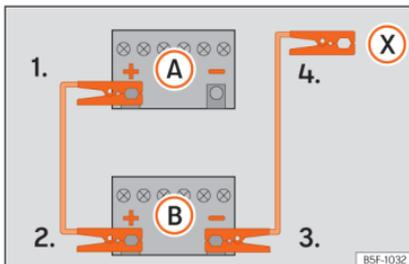

Abb. 82 Anschlusschema für Fahrzeuge ohne Start-Stopp-System.
zeugs mit der entladenen Fahrzeugbatterie (A) » » **Abb. 82.**
3. Klemmen Sie das andere Ende des roten Starthilfekabels an den Pluspol (+) des Stromgebenden Fahrzeugs (B).
- 4a. Bei Fahrzeugen ohne Start-Stopp-System: klemmen Sie ein Ende des schwarzen Starthilfekabels an den Minuspol (-) des stromgebenden Fahrzeugs (B) » » **Abb. 82.**